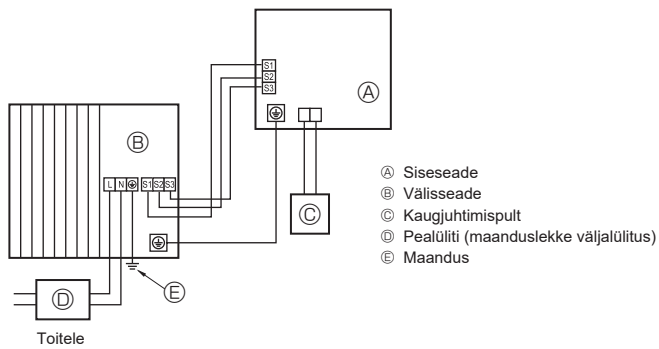
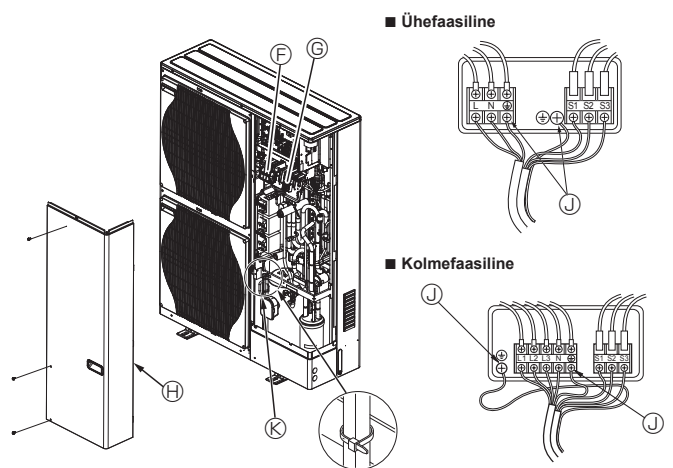

Fig. 5-1
Fig. 5-2
### 5.1. Välisseade (Fig. 5-1, Fig. 5-2)
- ① Eemaldage hoolduspaneel
- ② Teostage kaabeldus vastavalt Fig. 5-1 ja Fig. 5-2.